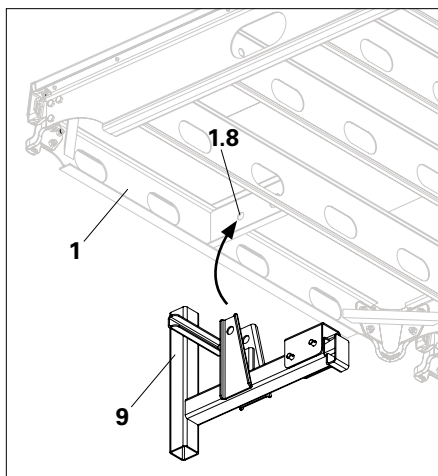

Fig. A9.01
- Posizionare il supporto parapetto (9) nel foro di irrigidimento (1.8) del pannello. (Fig. A9.01)